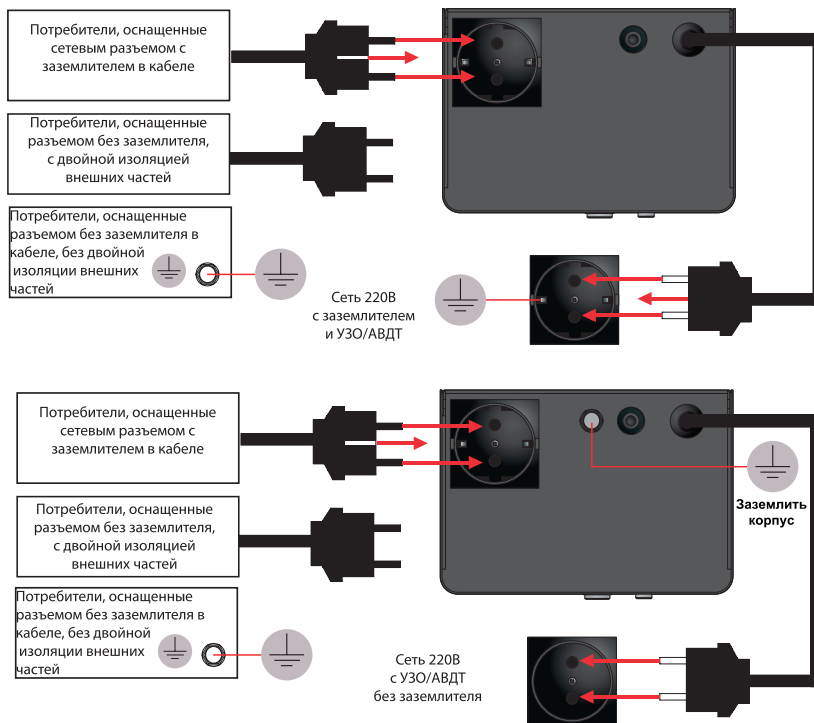

Рис.3
- 10.3.4. Подключаемые потребители должны иметь (рис.3):